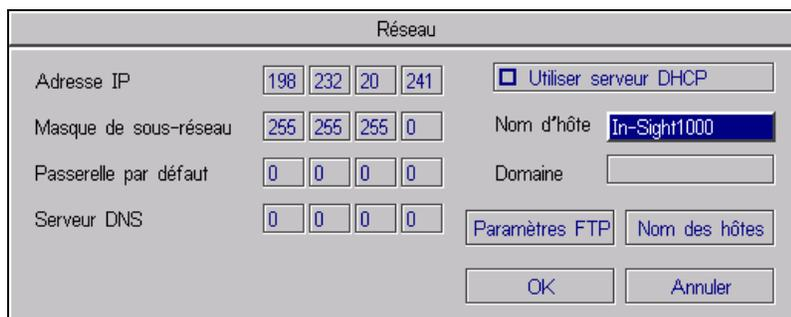

Figure 17. Boîte de dialogue In-Sight 'Réseau'
6. Sélectionnez 'Réseau' pour ouvrir la boîte de dialogue 'Réseau' (Figure 17).